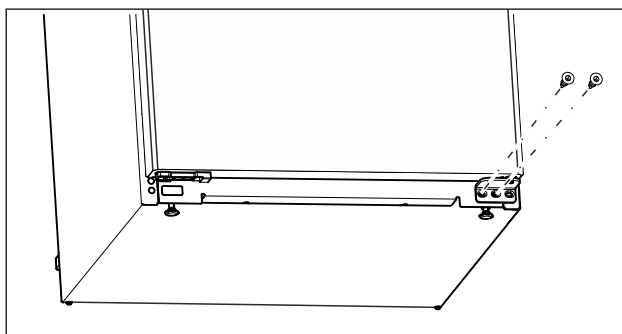

Fig. 10
- Pomocí šroubováku Torx 20 vyšroubujte prostřední šroub na spodním stojanu ložiska. (viz Fig. 10)
- Šroubovákem Torx 20 vyšroubujte vnitřní šroub na spodním stojanu ložiska. (viz Fig. 10)